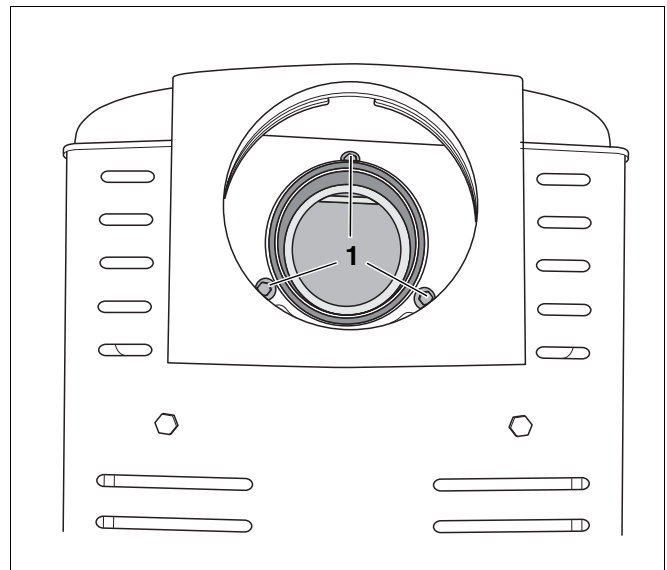

Abb. 12 Abgasanschluss Rückseite – Abgasstutzen
- 90°-Abgasstutzen von der Seite in den Kaminofen schieben und mit den 3 mitgelieferten M8-Messingschrauben mit Unterlegscheiben befestigen (Abb. 12, **Pos. 1**).